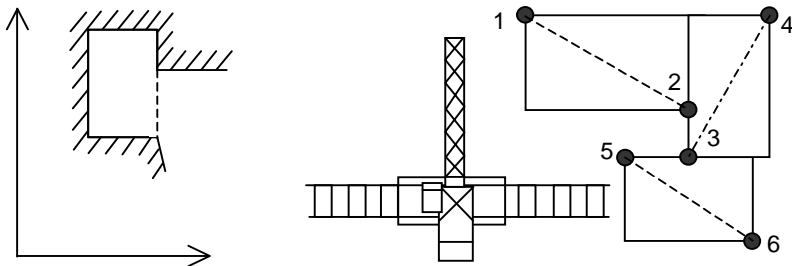

Рисунок 20 – Варианты построения погрузочно-разгрузочных площадок
Разгрузочная площадка (см. рисунок 20) состоит из прямоугольных участков (до 10) и при установке координатной защиты разгрузочной площадки вводятся координаты точек, принадлежащих концам диагоналей этих "прямоугольников". Стороны "прямоугольников" располагают параллельно осям системы координат.
- подведя крюковую обойму к первой (заранее намеченной) точке ввода (см. рисунок 20), записать ее координаты нажатием кнопки "↵";